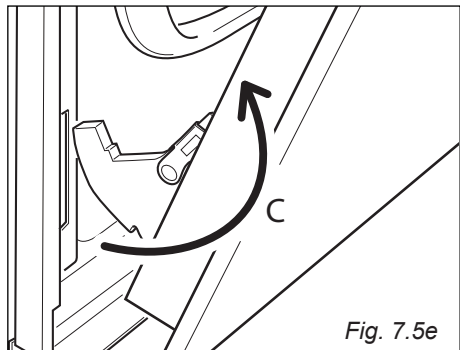

Fig. 7.5e
- Retirez les crochets de charnière de leur emplacement en suivant la fleche "C" (fig. 7.5e).